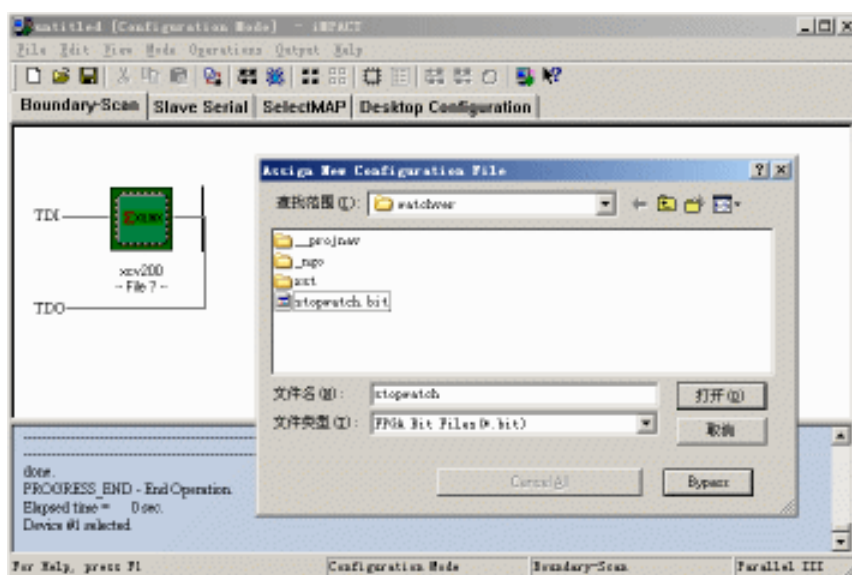

图7-26 为器件指定配置文件
4. 单击 **确定** 按钮，弹出【Assign New Configuration File】对话框，要求为各个器件指定配置文件，如图 7-26 所示。
FPGA JTAG 模式的配置文件分别是 BIT 文件，在综合实现流程中由 BitGen 程序产生，在进行配置文件下载之前，要准备好所用到的配置文件。在图 7-26 所示的对话框中选中 stopwatch.bit 文件，单击 **打开(O)** 按钮就为选中的器件指定了配置文件。如果扫描链中存在多个 FPGA，重复这个过程直到为要进行配置的所有器件都指定了配置文件，然后就可以下载配置文件了。